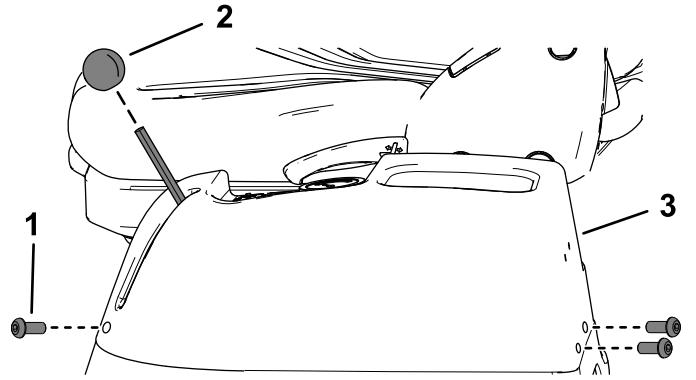

Bild 74
- Nehmen Sie die drei Innensechskantschrauben von der linken Konsole ab (Bild 74).
- Nehmen Sie das Gasbedienungshandrad ab (Bild 74).
- Nehmen Sie die linke Konsole ab und legen sie zur Seite (Bild 74).